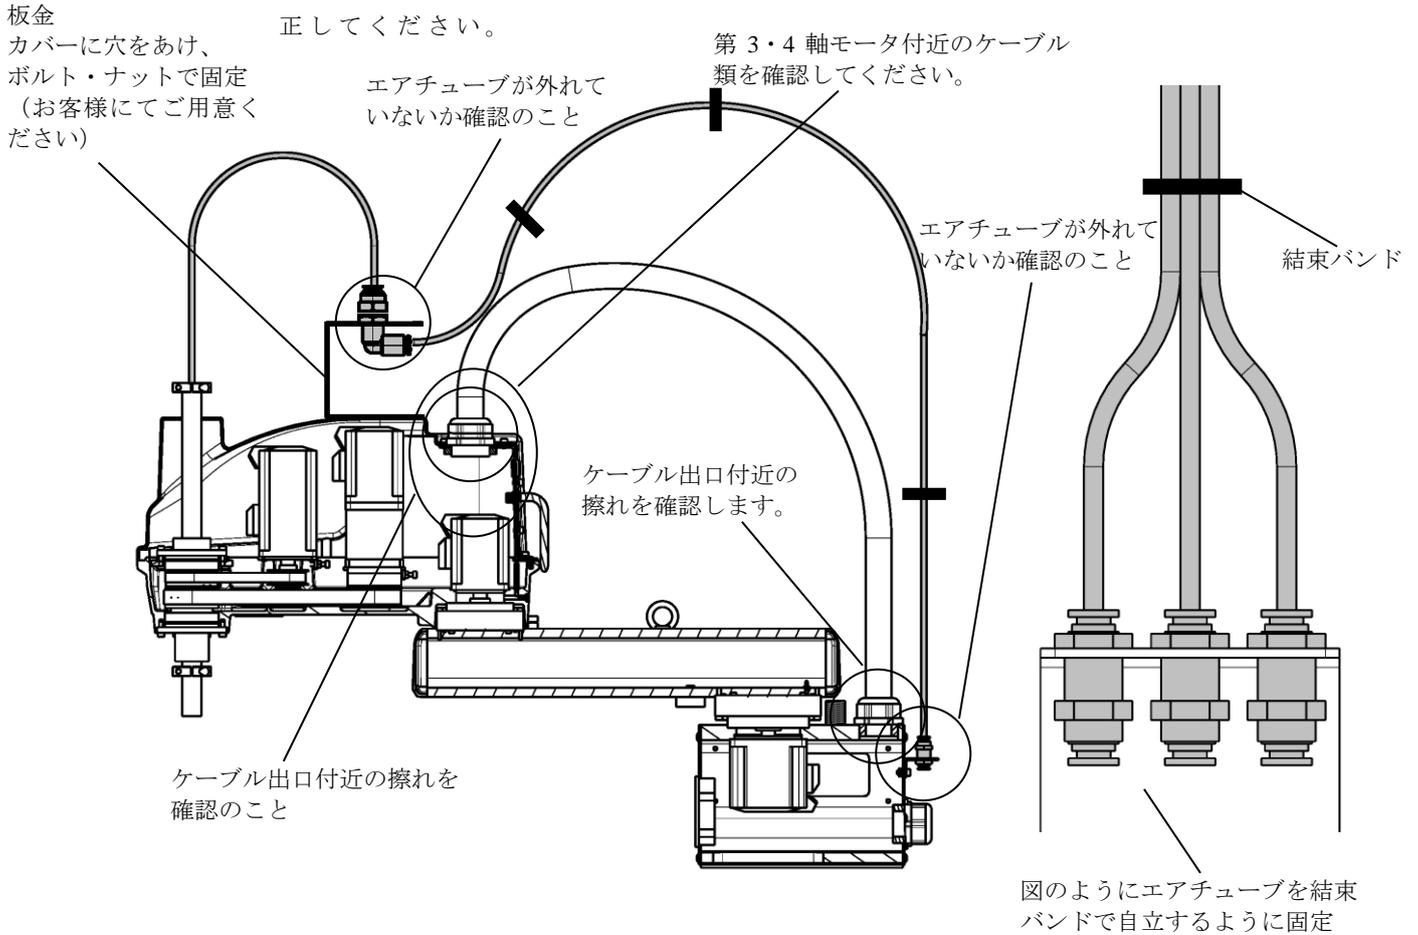

図 3.3 ケーブルの点検位置 (KHL-500、KHL-600、KHL-700)
エアチューブの使用する本数等の条件により異なりますが、図3.3のようにエアチューブが自立する場合、ハーネスとは独立して配線することをお勧めします。
- ・図 3.3 に示したものは配管例であり、エアチューブおよび付属品の破損に対して保証するわけではありませんのでご注意ください。